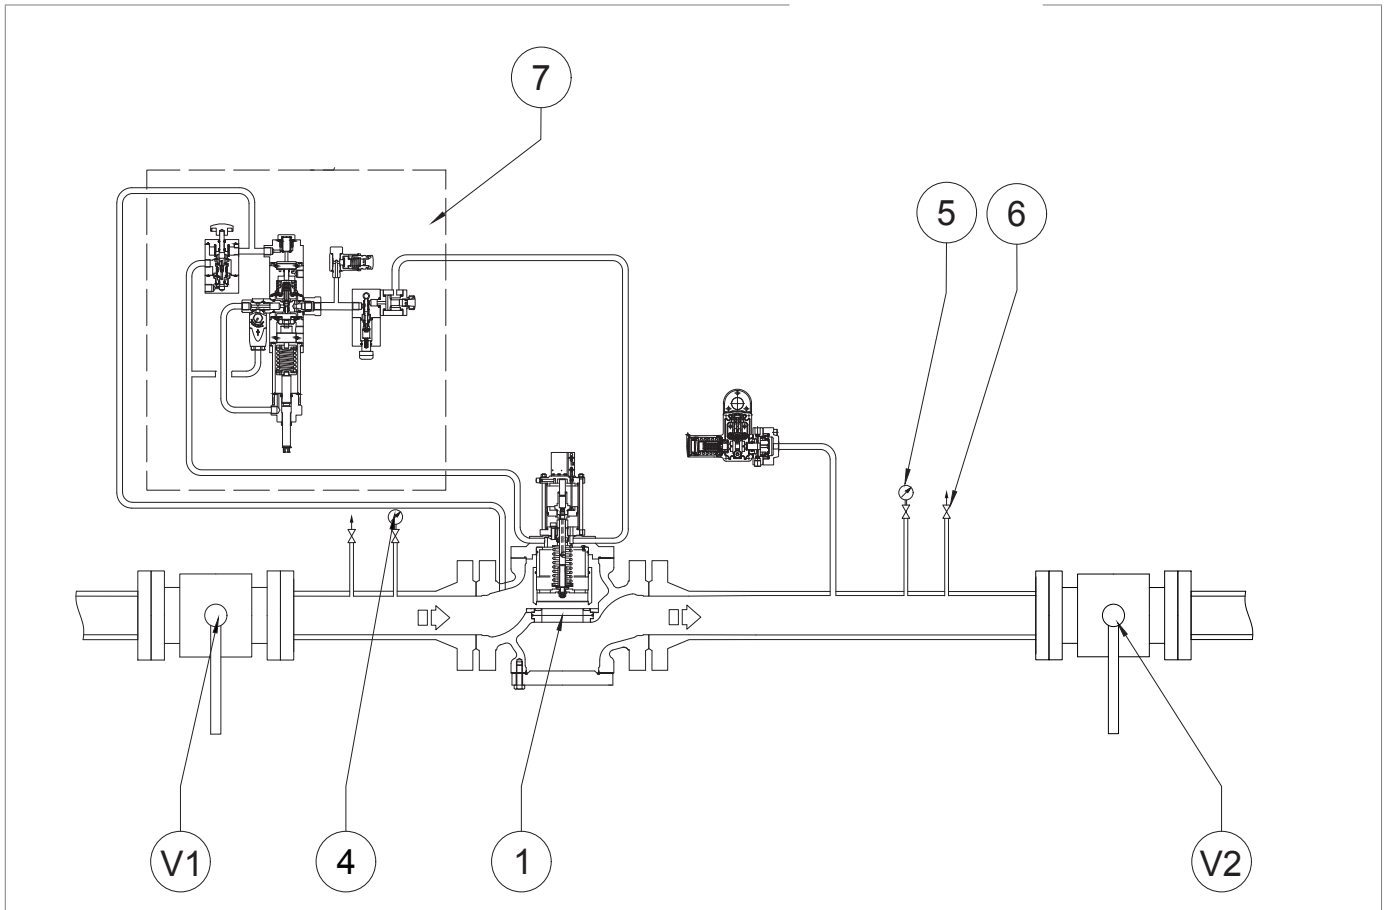

Abb. 8.11. Dichtigkeit bei Schließen des Sicherheitsabsperrventils HBC 975
1	<p>Erhöhen Sie den Nachdruck bis zum Auslösewert des Sicherheitsabsperrventils durch Betätigung des Hauptreglers, um die korrekte Einstellung zu überprüfen.</p> <p>! HINWEIS!</p> <p>Prüfen Sie den Druck mithilfe des Manometers (Abb. 8.11, Nr. 5), der sich nach dem Hauptregler befindet.</p> <p>Wenn das Sicherheitsabsperrventil:</p> <ul style="list-style-type: none"> • vor dem eingestellten Druckwert auslöst: den Einstellring (13) im Uhrzeigersinn anziehen , um die Feder (11) stärker zusammenzudrücken; • bei dem eingestellten Druckwert nicht auslöst: den Einstellring (13) lösen (gegen den Uhrzeigersinn), um die Feder (11) zu entspannen.
2	Den Druck im nachgeschalteten Teil durch Öffnen des Ablasshahns verringern (Abb. 8.11, Nr. 6), um ihn auf den Einstellwert des Hauptreglers zu bringen.
3	Schließen Sie den Entlüfter (Abb. 8.11, Nr. 6)
5	Öffnen Sie den Entlüfter wieder (Abb. 8.11, Nr. 6)
10	Schließen Sie den Entlüfter (Abb. 8.11, Nr. 6)